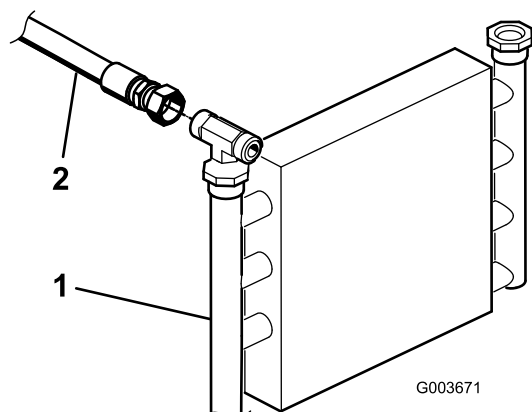

Figure 13
1. Trouvez le tube hydraulique qui relie le refroidisseur d'huile à la soupape de levage existante (Figure 13). Enlevez les fixations et le collier qui fixent les tubes hydrauliques au châssis.
2. Débranchez et enlevez le tube hydraulique qui relie le refroidisseur d'huile à la soupape de levage (Figure 13).